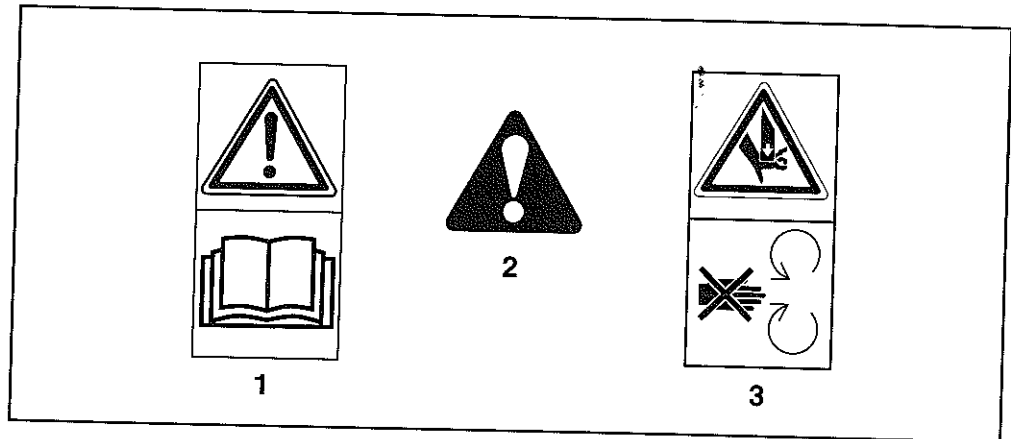

Fig. 3
5.0 DESCRIPCION DE LOS SIMBOLOS (Fig. 3)